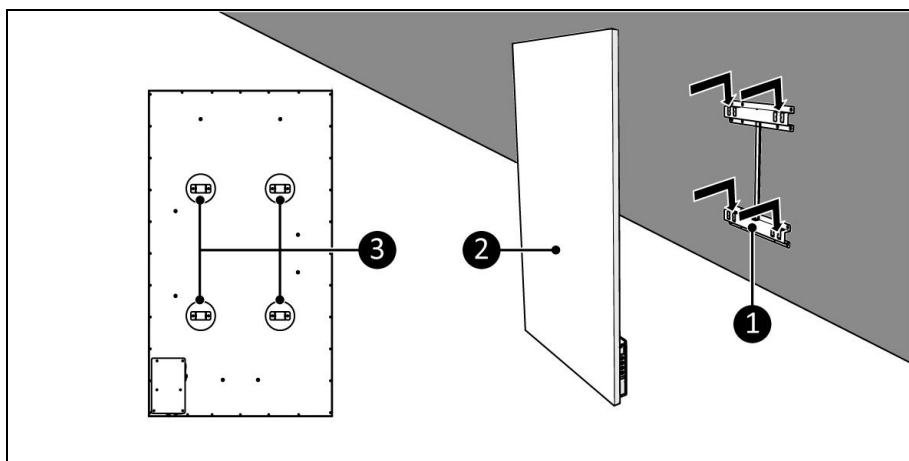

Figura 9
5. Așezați suporturile dispozitivului (Figura 9, poz. 3) peste suportul de perete (Figura 9, poz. 1).
6. Glisați dispozitivul (Figura 9, poziția 2) în deschiderile suportului de perete (Figura 9, poziția 1).